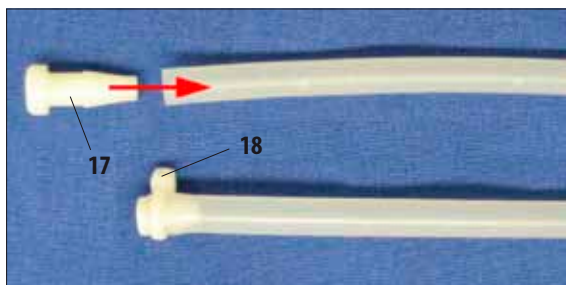

Рис. 27
Если требуется лишь одна или две станции промывки, закройте неиспользуемые шланги с помощью заглушек (17), см. рис. 27.
- Для этого установите заглушку в конец шланга путём проворачивания и зафиксируйте хомутиком (18).